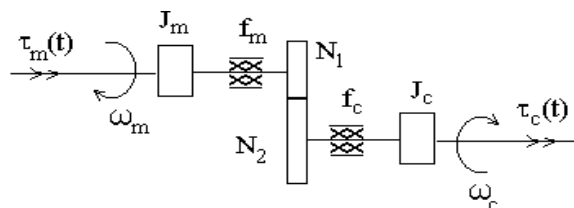

Figura 1: Caja reductora.
- Realice un Diagrama de Bloques del Sistema Físico Idealizado de la Figura 1, designando sus variables en correspondencia con las magnitudes físicas del sistema. N_1 y N_2 representan el número de dientes de los engranajes correspondientes.
Explicite todos los parámetros (K_m , K_c , J_{eq} , f_{eq}) en función de los parámetros de Figura 1 y analice los resultados.